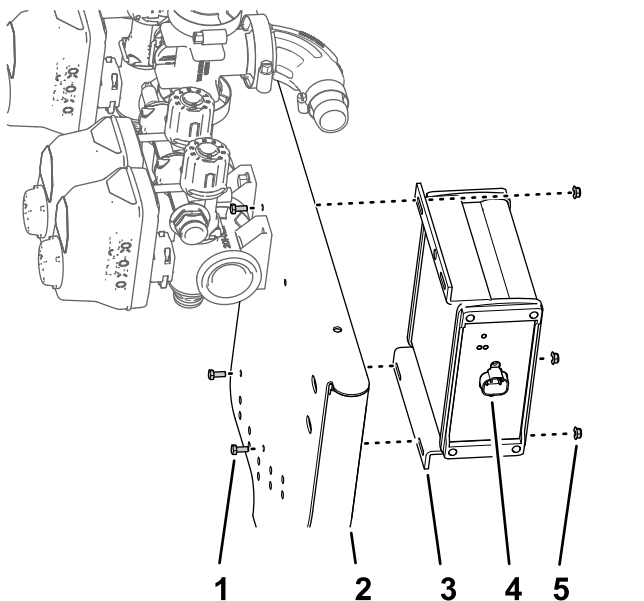

Figura 96
1. Allineate il controller dell'irroratrice ASC 10 sul lato anteriore del supporto della valvola con il connettore a 4 pin verso l'esterno (Figura 96).
- Montate il programmatore dell'irroratrice sul supporto della valvola (Figura 96) con i 3 bulloni (3 x 10 mm) e 4 dadi di bloccaggio flangiati (4 mm).